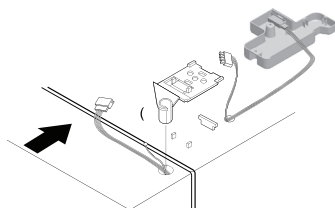

Figura 13a
- b** Deixe a parte superior da porta encostada no gabinete e insira o pino da dobradiça superior no furo superior na porta do refrigerador. Primeiro insira a parte traseira da dobradiça no gabinete e depois a parte frontal no furo da porta (Figura 13a).